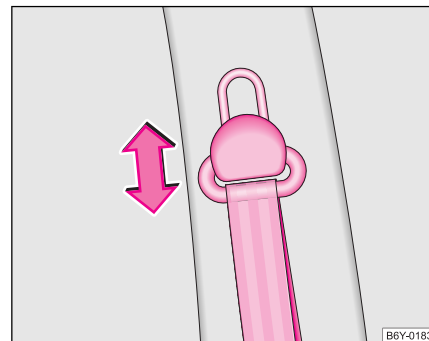

Fig. 109 Asiento delantero: ajuste de la altura del cinturón
- Para el ajuste, presionar el herraje de inversión y desplazarlo hacia arriba o hacia abajo ⇒ fig. 109.